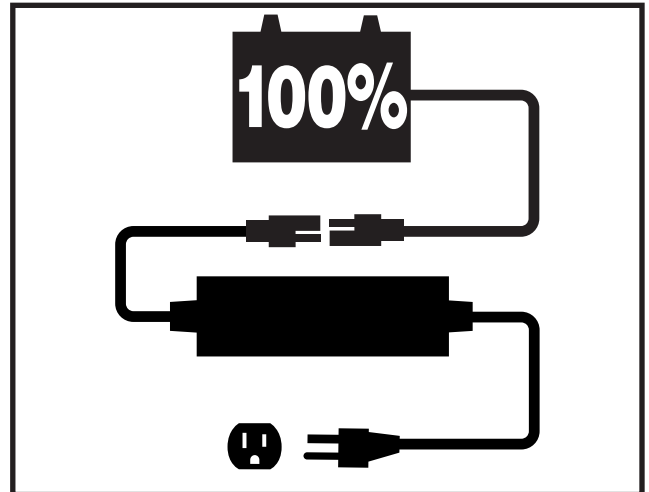

Figura 22. Cargado de batería
2. Conecte el cable del cargador a la toma correspondiente en la parte inferior de la caja de batería, y luego enchufe el otro conector a una toma eléctrica estándar. **Ver figura 22.**